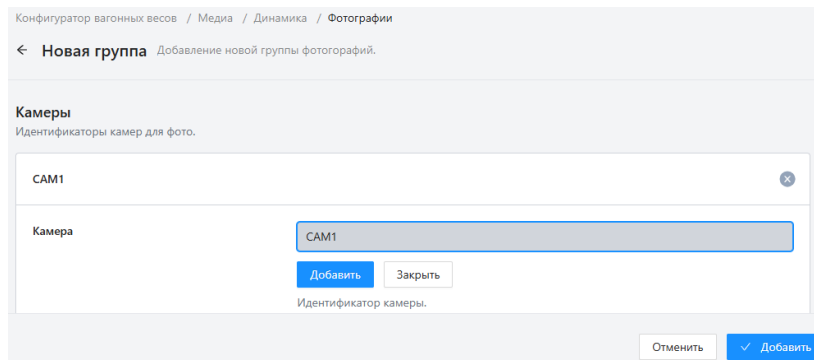

Рисунок 59 – Добавление камеры в группу
- В открывшемся окне (Рисунок 59) нажмите кнопку «**Добавить камеру**».